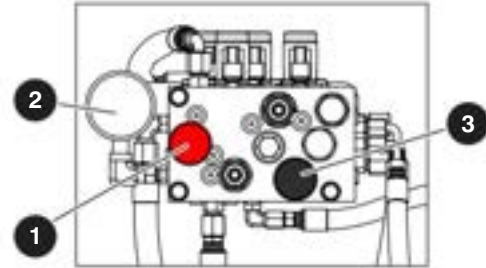

**Figura 28** Válvula de derivação de deslocamento
3. Localize a válvula de derivação no lado interno da bomba de deslocamento. Derive a bomba de deslocamento aliviando a haste da válvula (item 1 - marcado com tinta amarela - Figura 28) em 90 graus no sentido horário.